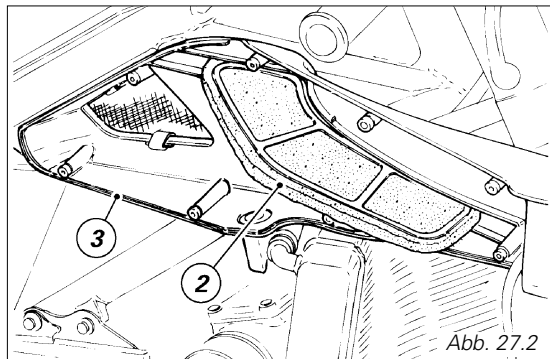

Abb. 27.2
Austausch und Reinigung der Luftfilter (Abb. 27.2)
Den Filter (2, Abb. 27.2) aus seinem Sitz am inneren Deckel (3) herausnehmen. Den Filtereinsatz mit einem Druckluftstrahl reinigen oder austauschen.